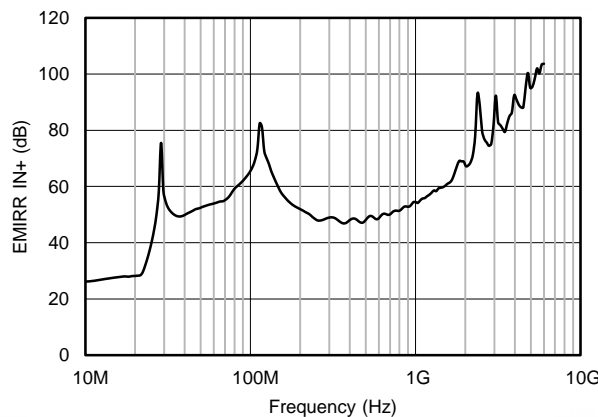

图 39. EMIRR 测试
OPAx189 使用集成电磁干扰 (EMI) 滤波来降低干扰源 (如无线通信设备以及混合使用模拟信号链和数字组件的高密度电路板) 产生的 EMI 干扰。利用电路设计技术可以提高 EMI 抗扰度; OPAx189 从这些设计改进中受益。德州仪器 (TI) 已经开发出在 10MHz 至 6GHz 宽频谱范围内准确测量和量化运算放大器抗扰度的功能。图 39 显示了对 OPAx189 执行此测试的结果。表 2 列出了在实际应用中经常遇到的特定频率下 OPAx189 的 EMIRR +IN 值。在表 2 中列出的应用可在下图给出的特定频率或其近似频率下运行。还可以在《运算放大器的 EMI 抑制比》(SBOA128) 中找到详细信息, 可以从 www.ti.com 下载该文档。
OPAx189 的 EMIRR +IN 与频率间的关系图如图 39 所示。任何双路和四路运算放大器器件版本 (如果可用) 具有几乎相似的 EMIRR +IN 性能。OPAx189 单位增益带宽为 14MHz。低于该频率的 EMIRR 性能表示存在位于运算放大器带宽内的干扰信号。